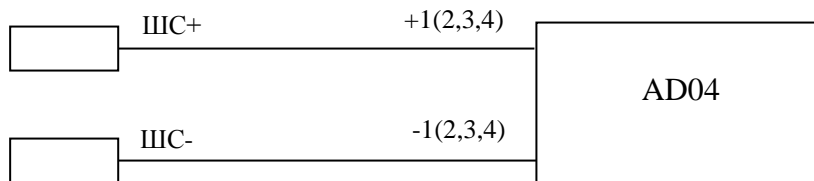

Рис.3.5.
3.9. Схема подключения к БУ одного из четырех каналов адаптера AD04 для управления слаботочными исполнительными устройствами (28В/0,1А) приведена на рис. 3.5.